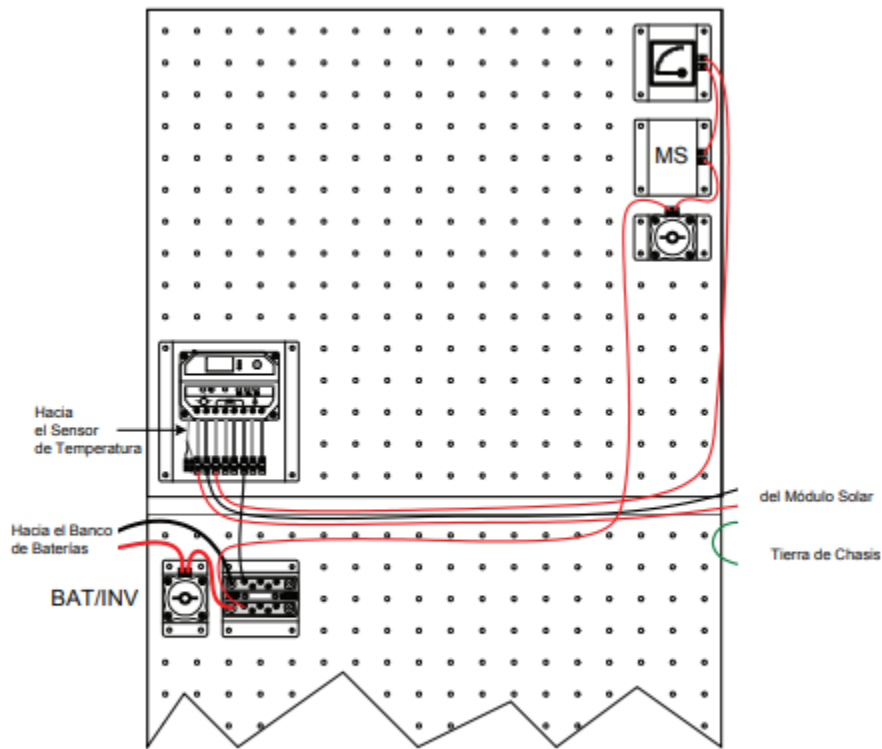

Figura 3-5. Cableado del sistema.
14. El equipo didáctico debería estar conectado de una manera similar a lo mostrado en la figura 3-5.